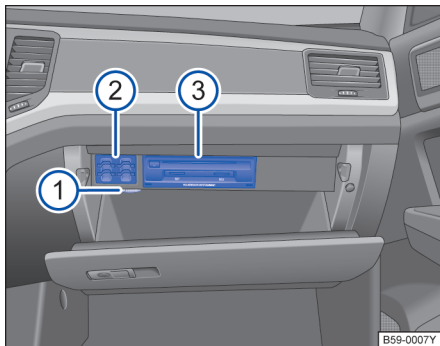

图 214 在仪表板内：副驾驶员侧的储物盒已打开
→ 图 214 的图例：
配备有出风口→图 214①的储物盒，当空调制冷设备打开时冷风可通过此出风口吹入储物盒内。可根据实际需求转动此出风口，调节出风口大小或关闭出风口。